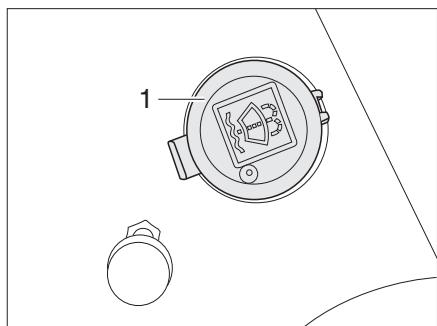

Fig. 35 Tubo de llenado depósito de agua para lavar
- Quitar la tapa (Fig. 35,1) del tubo de llenado del depósito de agua para lavar.